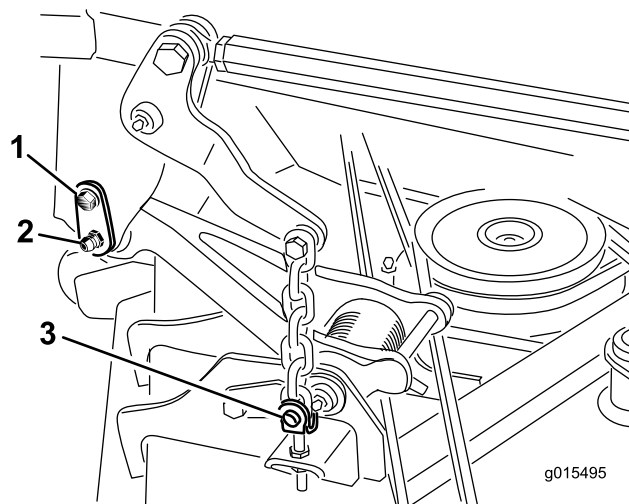

Рисунок 1
- Открутите винт с буртиком, крепящий стопорный штифт к несущей раме (Рисунок 1).
8. Снимите 4 пальца фиксации кольца и штифты с головками, которые крепят подъемные цепи деки к регулировочным вилкам на режущей деке (Рисунок 1).